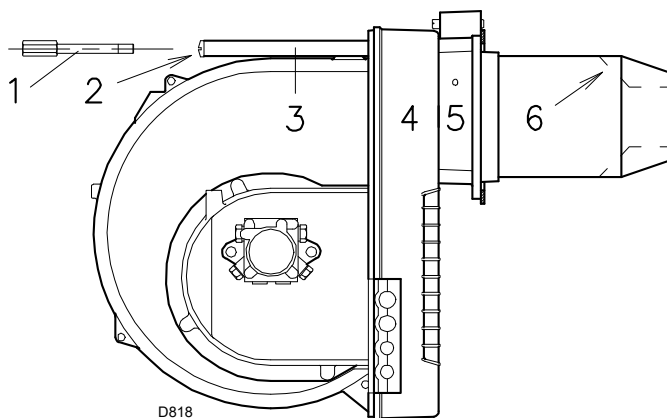

Fig. 14
- Nakoniec namontujte späť horák 4)(Fig. 14) na vedenia 3) a posuňte ho až k prírubе 5) tak, že ho budete držať mierne nadvihnutý, aby ste sa vyhli tomu, že jednotka na stabilizáciu plameňa príde do kontrastu s krídelkami vedenia 6) vývodu.
- Priskrutkujte skrutky 2)(Fig. 14) na vedenia 3) a skrutku 1), ktorá upevňuje horák k prírubе.